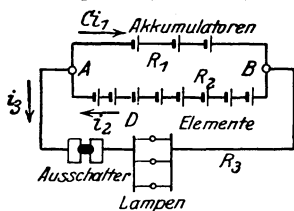

Abb. 29.
den Akkumulatoren werden zum Laden derselben 8 [11] (14) Meidinger Elemente von je 9 [10] (8) Ω innerem Widerstand und 1 [1] (1) V elektromotorischer Kraft geschaltet. An die gemeinschaftlichen Klemmen A und B (Abb. 29) werden Glühlampen, deren Kombinationswiderstand 4 [7,5] (10) Ω beträgt, angeschlossen.